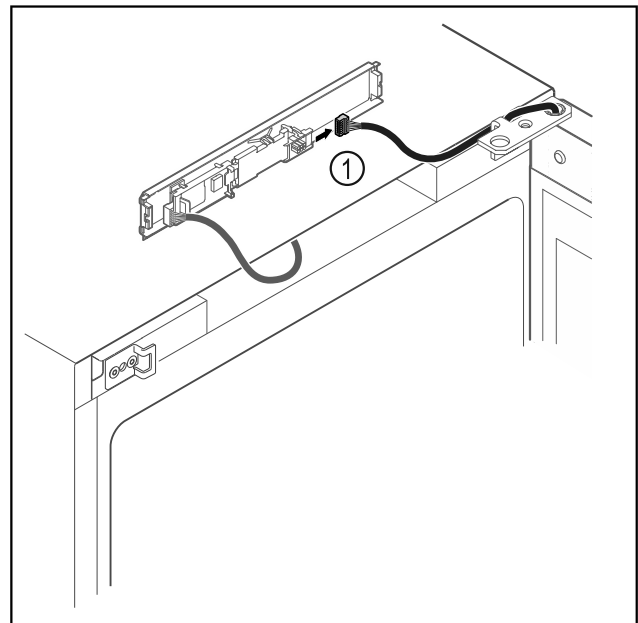

Fig. 16
- ▶ Αποσυνδέστε το φισ Fig. 16 (1) από την πλακέτα.